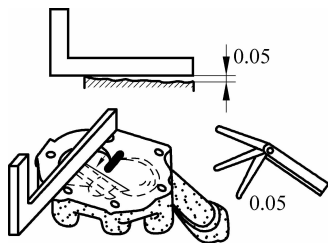

图 3-12 泵盖凹陷量的检查
(3) 泵盖的检查与修理。齿轮式机油泵驱动齿轮啮合时,产生的轴向力一般都向下,它使齿轮端面与泵盖内表面磨损。泵盖如有磨损或翘曲,凹陷超过 0.05mm ,应以车削或研磨等方法进行修复。泵盖凹陷量可用塞尺检查,如图 3-12 所示。